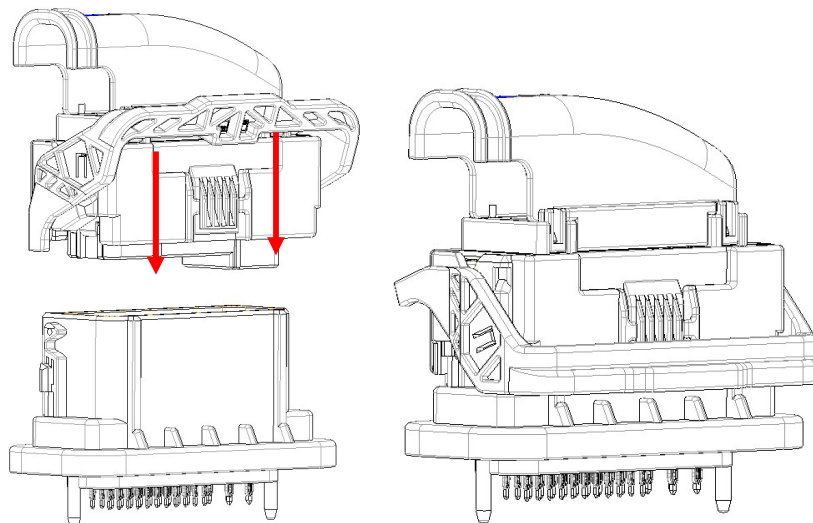

Fig. 15
PLUG ASS'Y의 LEVER를 PRE-LOCK 상태에 위치시키고, 화살표 방향으로 HEADER ASS'Y에 삽입한다. PRE-LOCK 상태가 해지될 때까지 누른 후, LOCK이 해지되면, LEVER를 눌러 장착한다. (Fig. 15 참조)
- (1) PLUG ASS'Y의 LOCKING BLOCK을 눌러 LOCK을 해제하시오.
- (2) 삽입 반대 방향으로 LEVER를 작동하시오. (Fig. 15 참조)